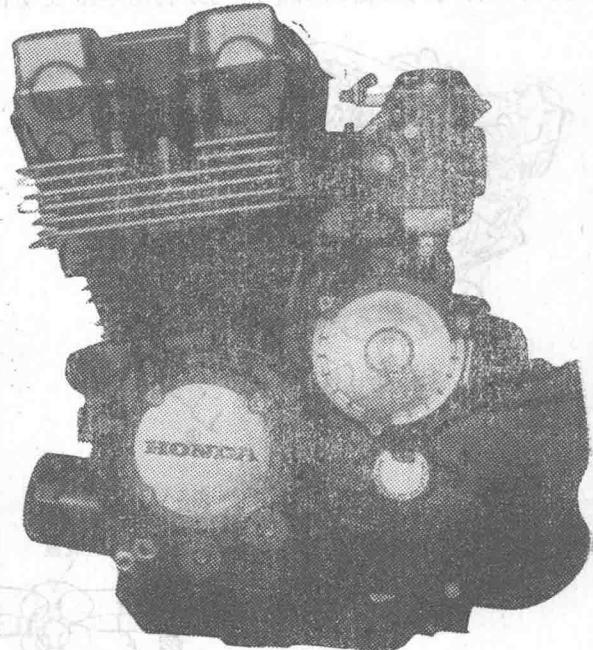

图 16
⑤ 为减小发动机的外型尺寸，许多车型将AC发电机从曲轴部移到气缸的后面。为防止发电机温度过高，有的还装有风扇(图16)。